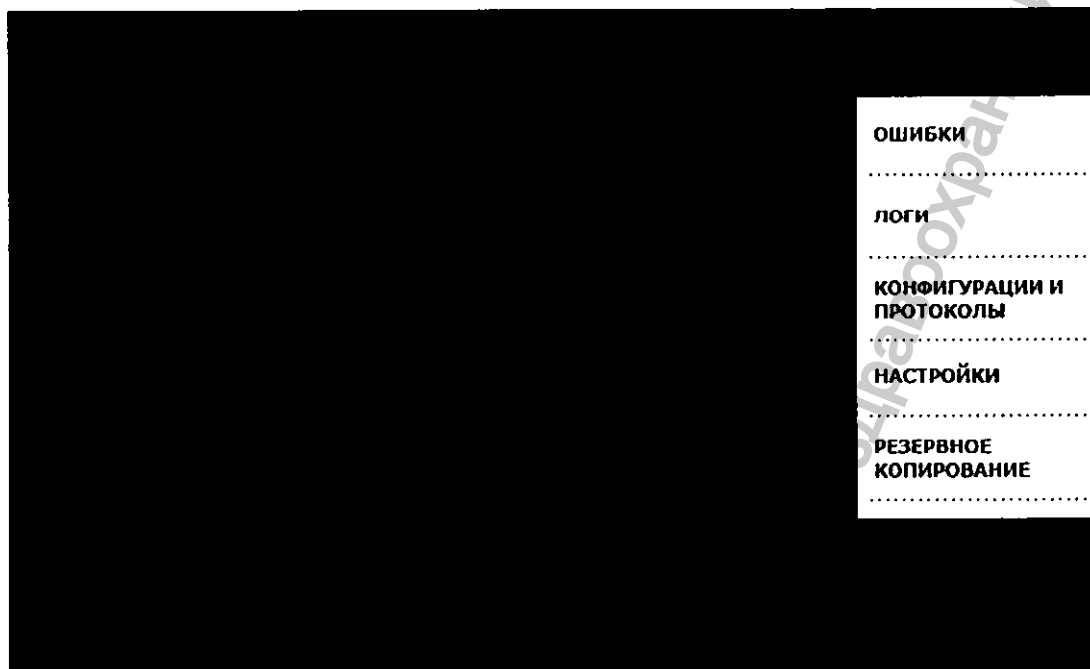
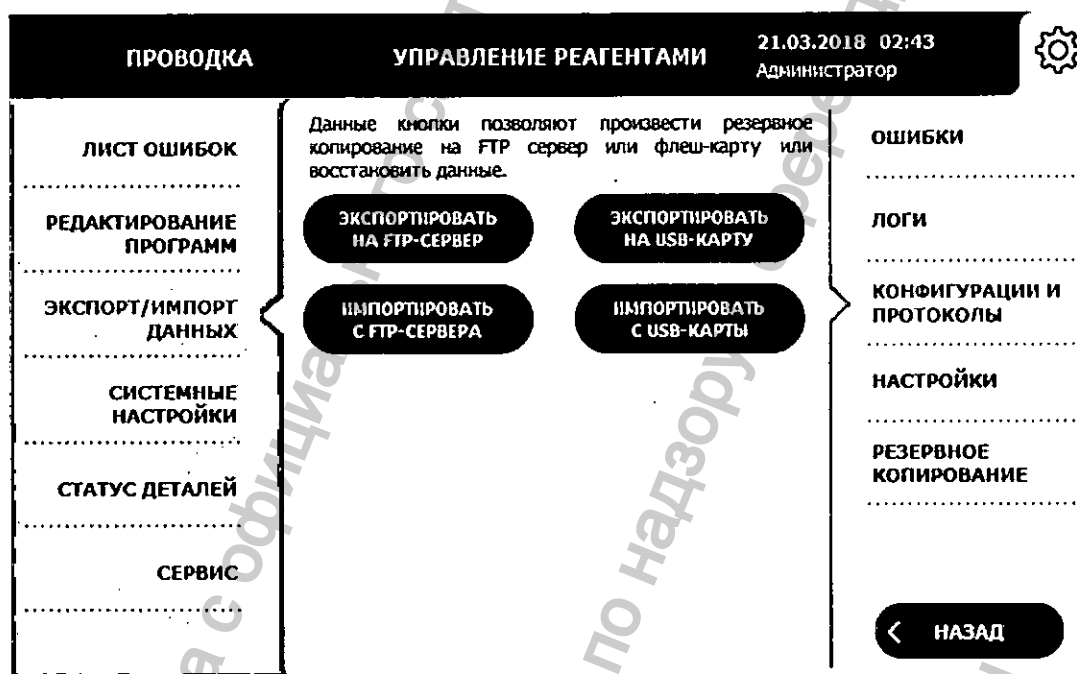
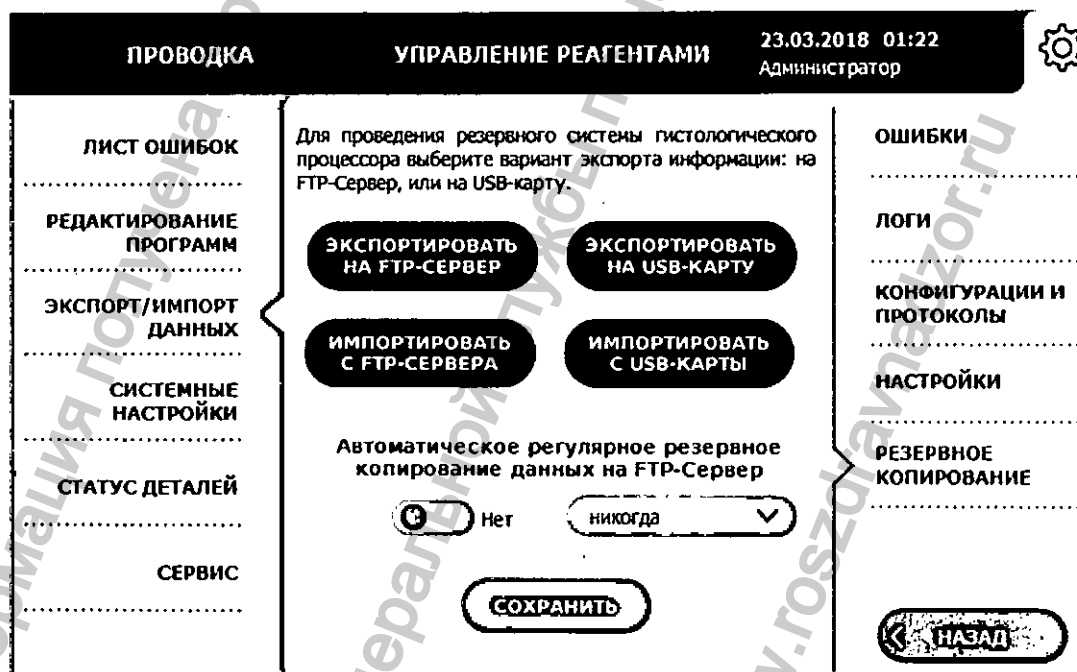

Рисунок 3.27. Меню действий экспорта-импорта данных
Рисунок 3.32. Экспорт и импорт конфигураций и протоколов
Рисунок 3.34. Резервное копирование и восстановление системы
2. В меню действий (рисунок 3.27) выберите пункт **Ошибки**.
2. В меню действий экспорта-импорта (см. рисунок 3.27) выберите пункт **Логи**.
- В меню действий экспорта-импорта (см. рисунок 3.27) выберите пункт **Конфигурации и протоколы** (рисунок 3.32).
- Для загрузки конфигураций и протоколов с FTP-сервера на вкладке экспорта и импорта конфигураций и протоколов (см. рисунок 3.32) нажмите кнопку **Импортировать с FTP-сервера**.
- В меню действий экспорта-импорта (см. рисунок 3.27) выберите пункт **Настройки** (рисунок 3.33).
2. В меню действий экспорта-импорта (см. рисунок 3.27) выберите пункт **Резервное копирование** (рисунок 3.34).
1. Откройте вкладку резервного копирования и восстановления системы (см. рисунок 3.34).